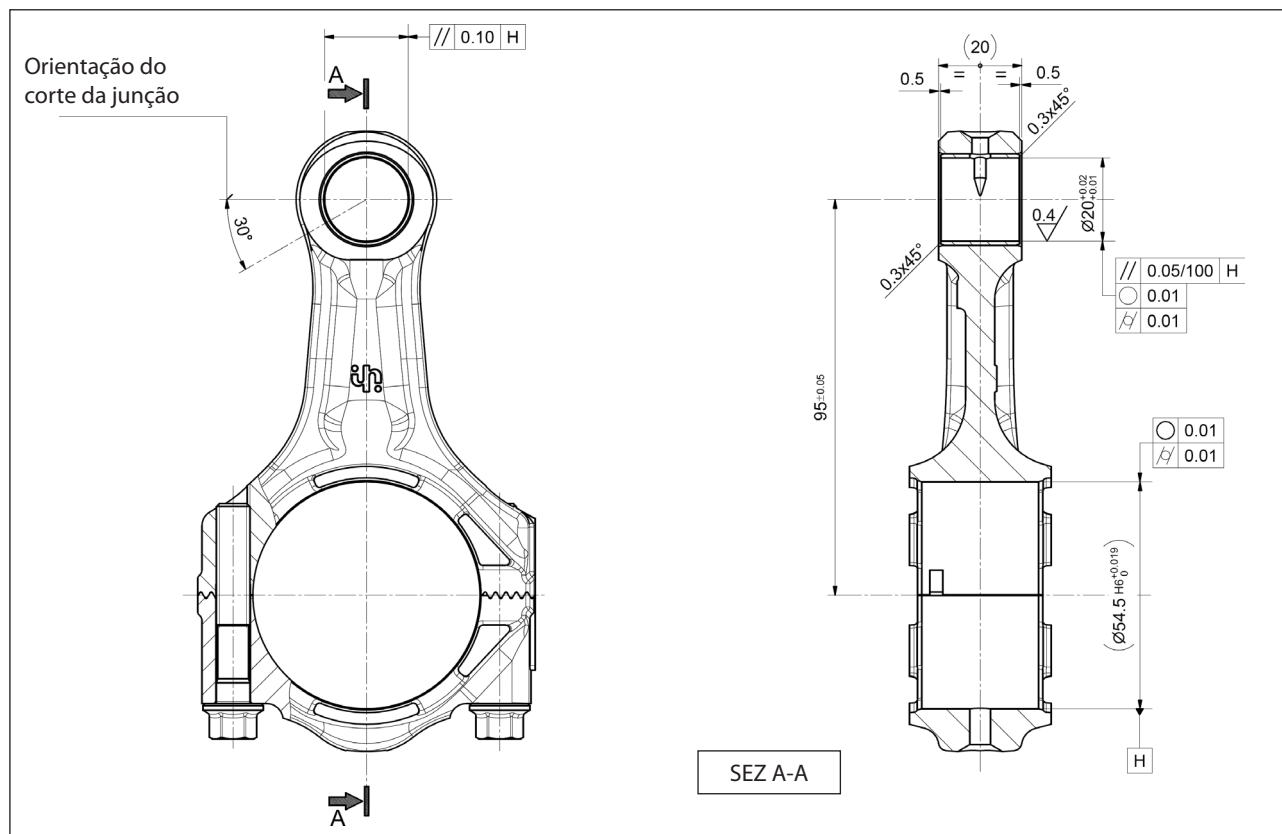

Fig. 48
- Realize sucessivamente os trabalhos mecânicos, respeitando taxativamente as dimensões e a tolerância relacionada na Fig. 48.
Execute sucessivamente os trabalhos mecânicos, respeitando rigorosamente as dimensões e tolerâncias relacionadas na Fig. 48.